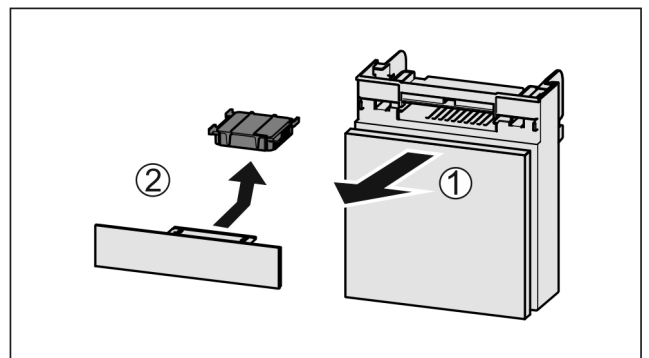

Fig. 89
- Extraire le compartiment par l'avant Fig. 89 (1).
- Sortir le filtre à charbon actif Fig. 89 (2).